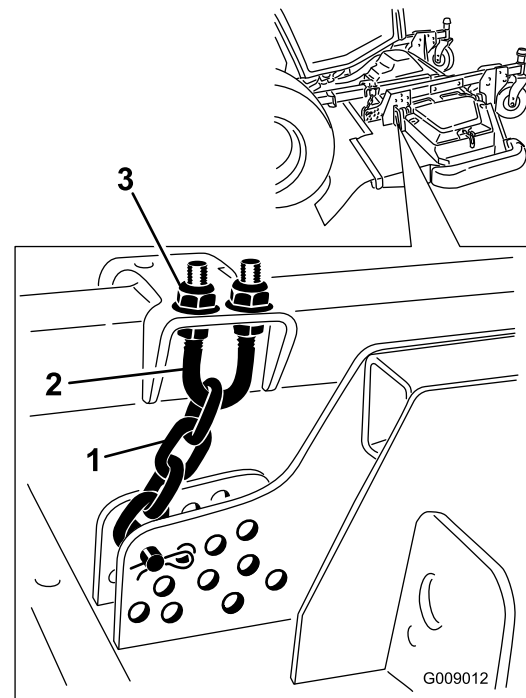

Bild 139
5. Lockern Sie die Klemmmuttern an der Ober- oder Unterseite des U-Bügels an der Schnitthöhenkette (**Bild 139**).